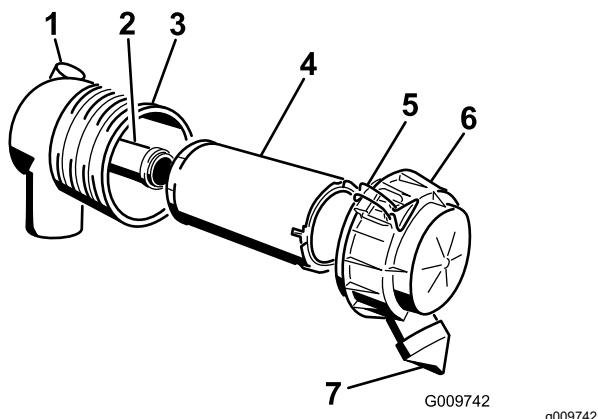

Figure 55
- Sortez le préfiltre du boîtier du filtre avec précaution (Figure 55).
- Si vous remplacez l'élément filtrant de sécurité, insérez-le avec précaution dans le boîtier du filtre (Figure 55).
- Reposez le couvercle du filtre à air, le côté portant l'inscription « UP » en haut, et verrouillez-le (Figure 55).